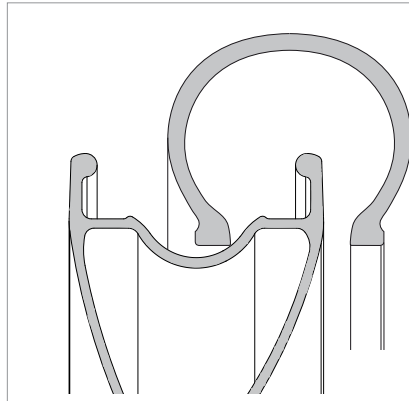

Fig.13
- Monter un talon du pneu dans le creux central de la jante (Fig. 13).